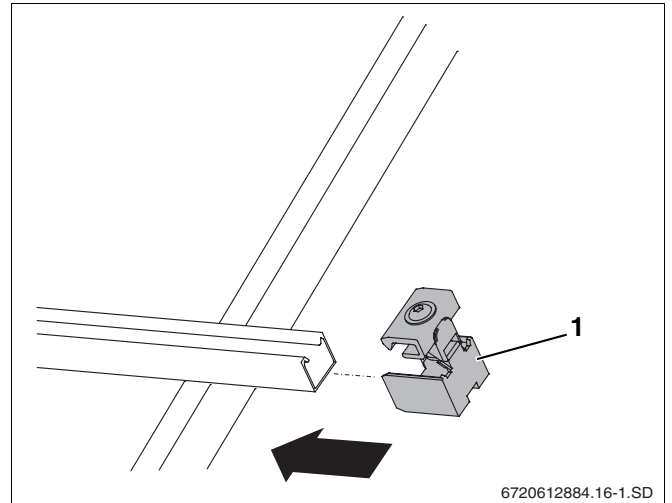

fig. 15 Montagem do tensor do colector direito
- ▶ Introduza os tensores de colector (fig. 15, **item 1**), no lado direito, nos perfis, até que estes encaixem no primeiro furo oblongo dos perfis.